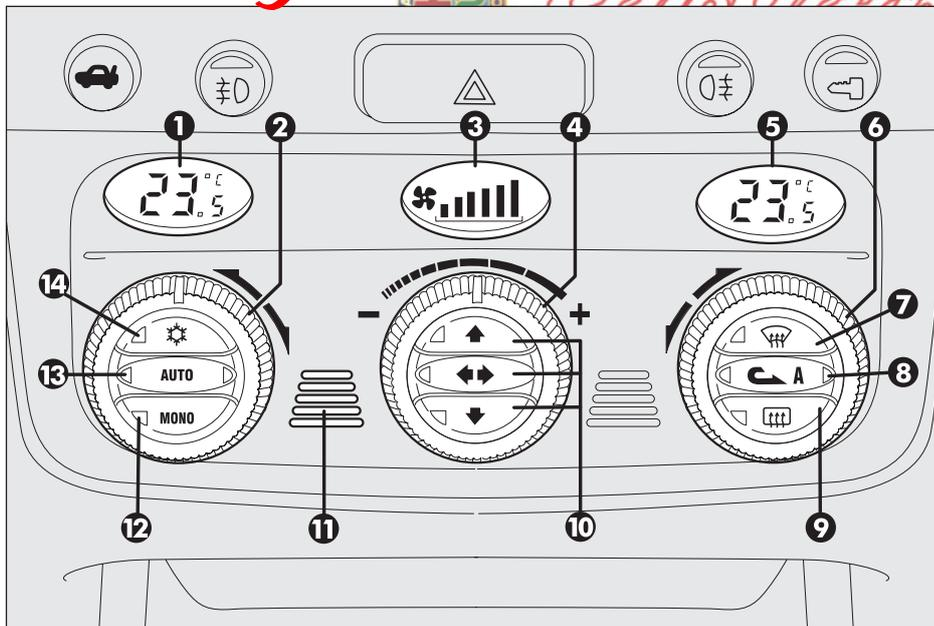

fig. 106
**COMANDI (fig. 106)**
## COME UTILIZZARE IL CLIMATIZZATORE AUTOMATICO BIZONA (fig. 106)